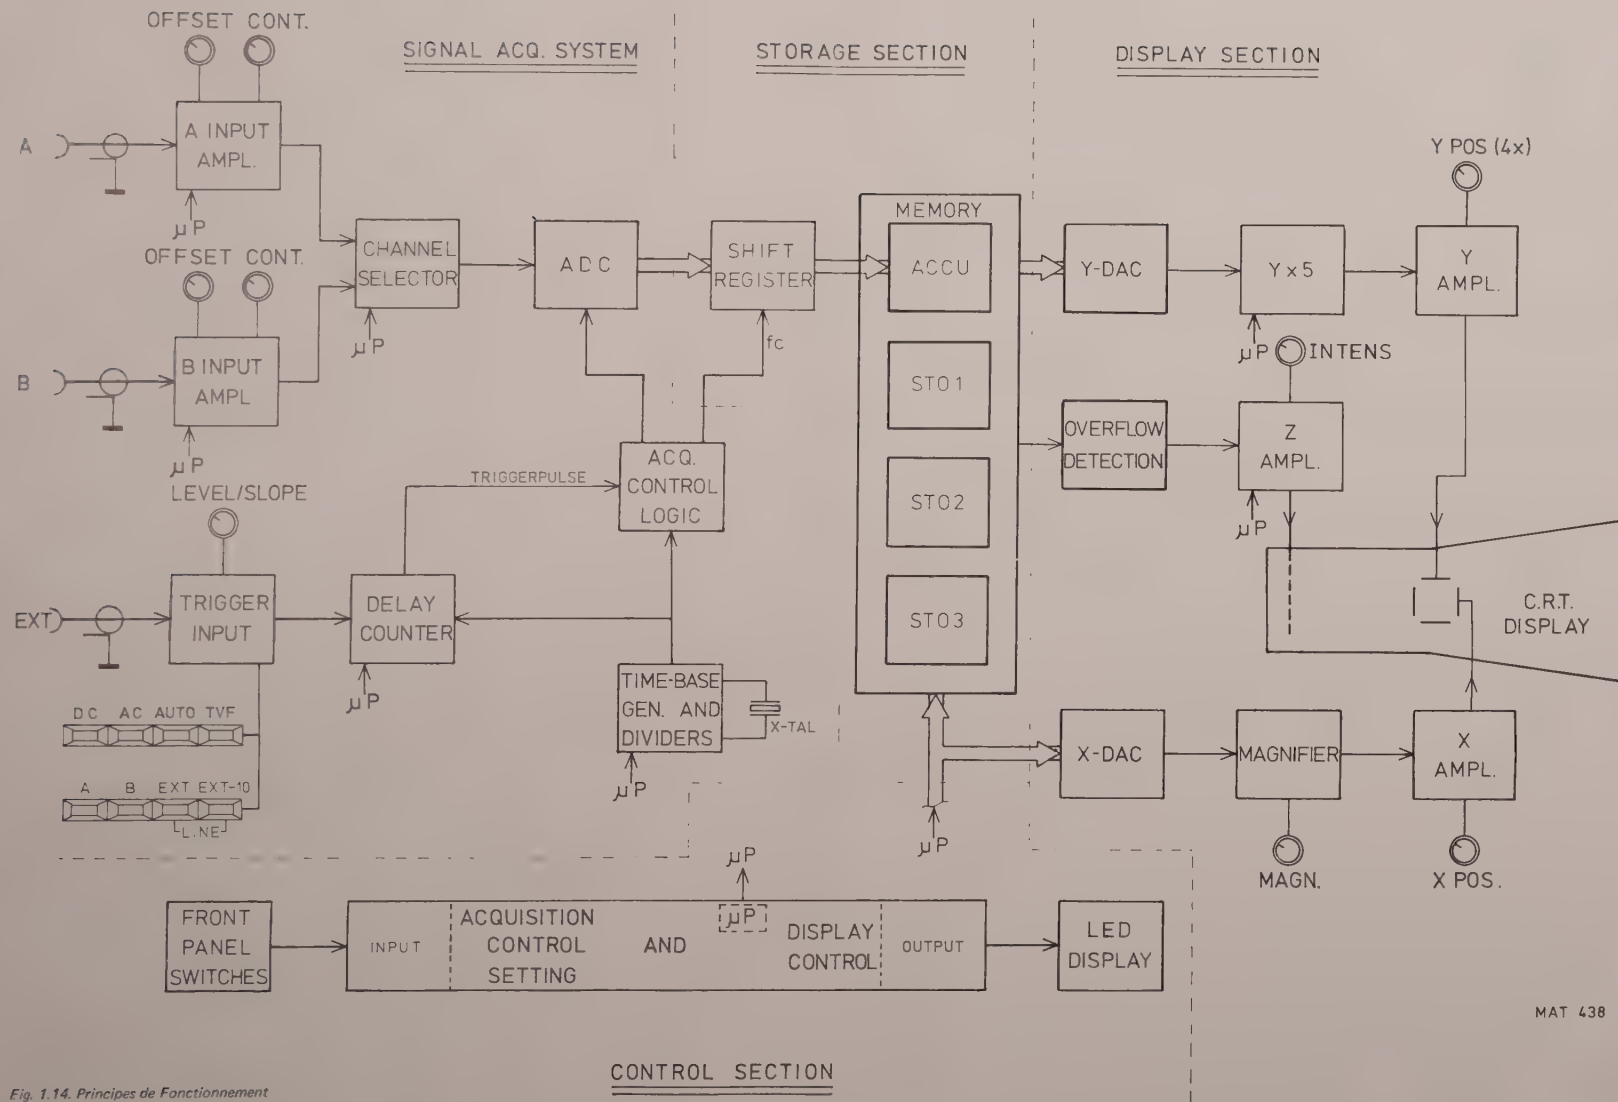

Fig. 1.14. Principes de Fonctionnement
1.5. PRINCIPES DE FONCTIONNEMENT (voir Fig. 1.14)